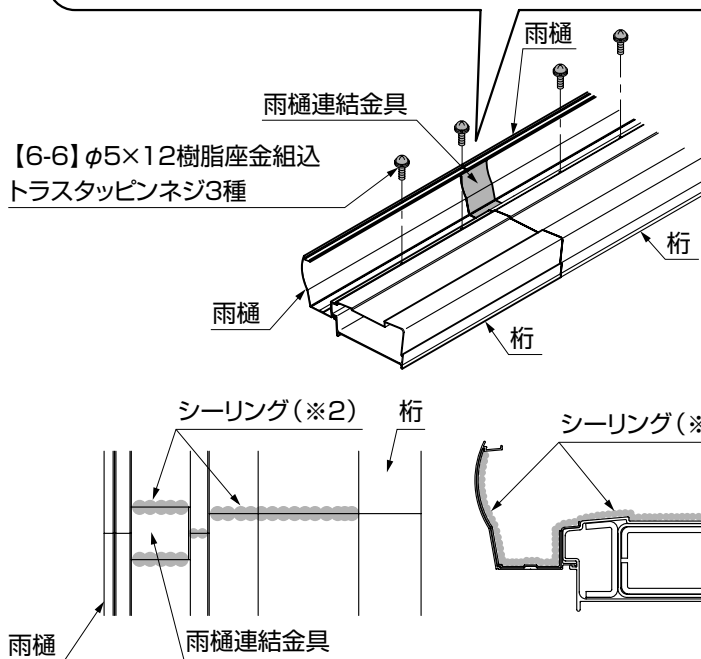

図4-3
- ③雨樋および桁の連結部、雨樋と雨樋連結金具の接合部にシーリング(※2)してください。(図4-3参照)